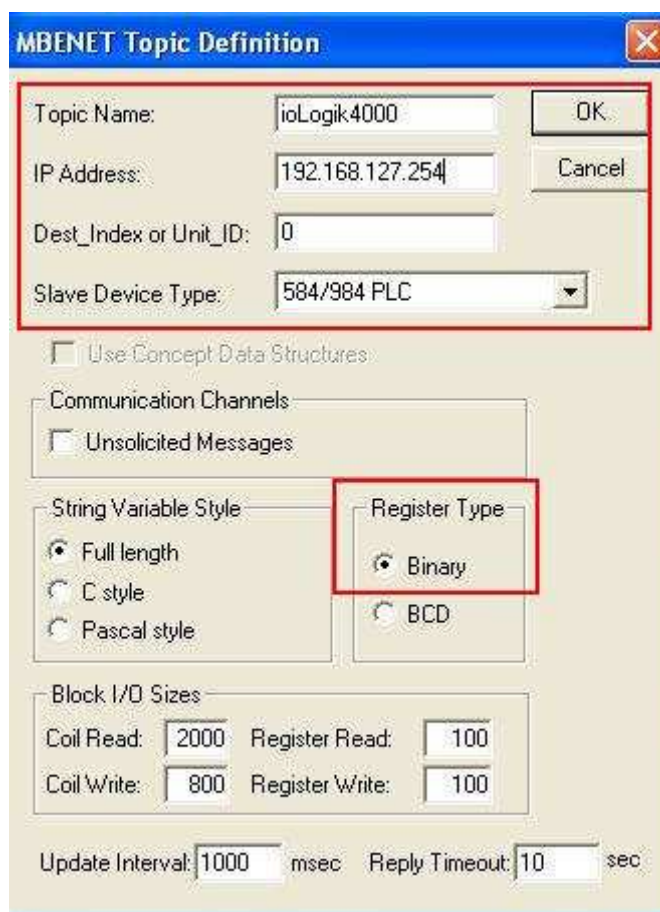

Рис. 5
2.4 В появившемся окне **Topic Definition** добавьте устройство ioLogik 4000: введите его имя в поле **Topic Name**, затем пропишите IP адрес устройства (по умолчанию адрес 192.168.127.254) и в поле **Dest_Index or Unit_ID** введите 0. В качестве типа ведомого устройства (**Slave Device Type**) выберите **584/984 PLC** и установите тип регистра - **Binary**, после завершения настроек нажмите **OK** (см. Рис. 5).